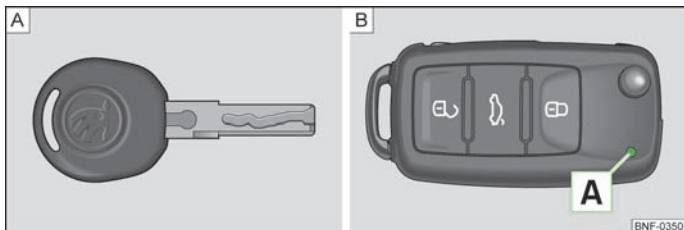
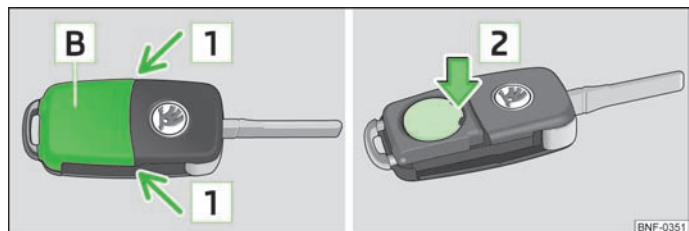

Abb. 7 Schlüssel ohne Fernbedienung / Schlüssel mit Fernbedienung (Funkschlüssel)
Abb. 8 Funkschlüssel - Deckel abnehmen / Batterie herausnehmen
Mit dem Fahrzeug werden zwei Schlüssel ausgeliefert. Je nach Ausstattung kann Ihr Fahrzeug mit Schlüsseln ohne Funkfernbedienung » Abb. 7 - A oder mit Funkfernbedienung » Abb. 7 - B ausgestattet sein.
Jeder Funkschlüssel enthält eine Batterie, die unter dem Deckel B untergebracht ist » Abb. 8. Wenn die Batterie entladen ist, blinkt nach dem Drücken einer Taste auf dem Funkschlüssel die rote Kontrollleuchte A nicht » Abb. 7. Wir empfehlen Ihnen, die Schlüsselbatterie von einem ŠKODA Vertragspartner wechseln zu lassen. Falls Sie jedoch die entladene Batterie selbst wechseln möchten, gehen Sie wie folgt vor.
- Die Batterieabdeckung mit dem Daumen oder mit einem flachen Schraubendreher im Bereich der Pfeile T abdrücken » Abb. 8.